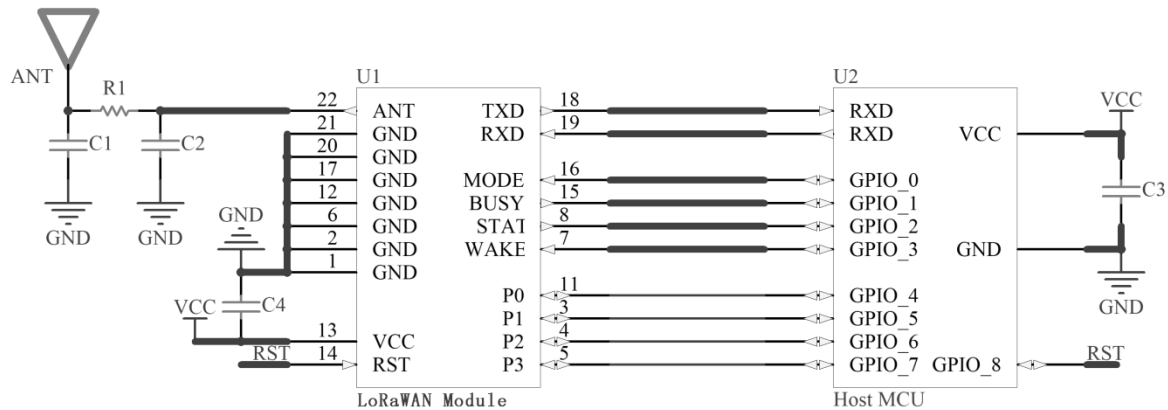

图 5-1 LSD4WN-2L717M90 典型时序应用电路
- 2: 不需低功耗时, 图 5-1 中 WAKE 直接拉高, 需要低功耗时, 需连接 Host MCU 引脚控制。